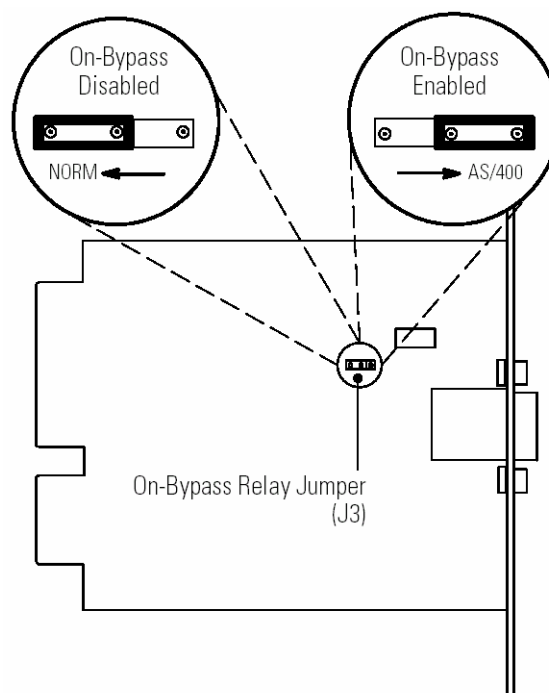

Рисунок 22. Переключка релейного контакта На Байпасе
2. Чтобы включить релейный контакт На Байпасе, переставьте переключку J3 в положение AS/400 как показано на рис. 22